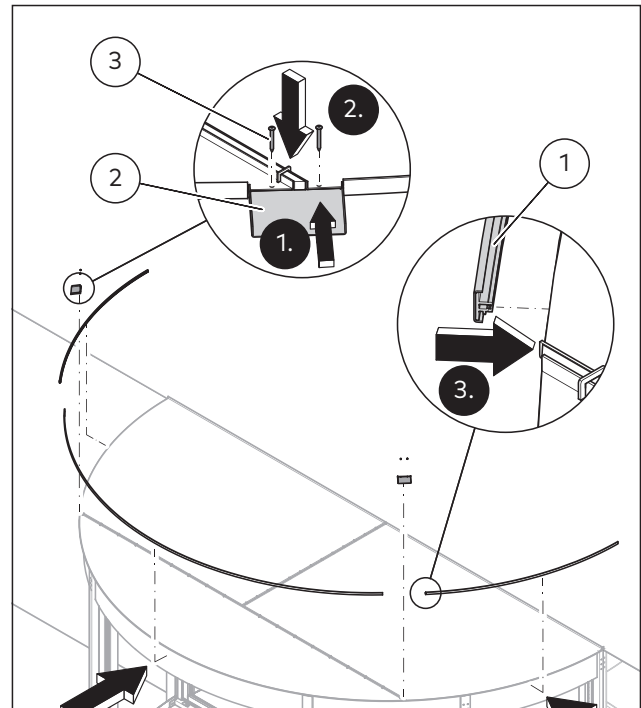

Abb. 128 Montage der Wasserabflüsse und der Streifen
1. Wasserabflüsse platzieren (Abb. 128/2).
2. Wasserabflüsse mit Nägeln befestigen (Abb. 128/3).
3. Die Streifen (Abb. 128/1) am Rand der Abdeckungen abkleben.